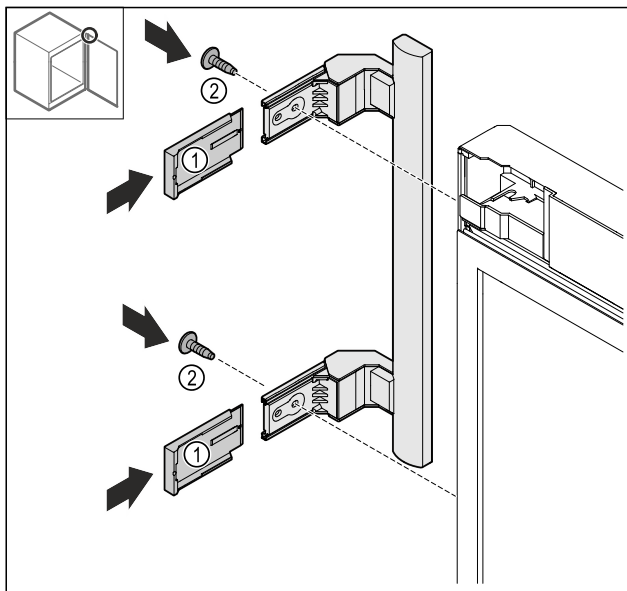

Fig. 16
- Afdekkingen Fig. 16 (1) terugplaatsen.